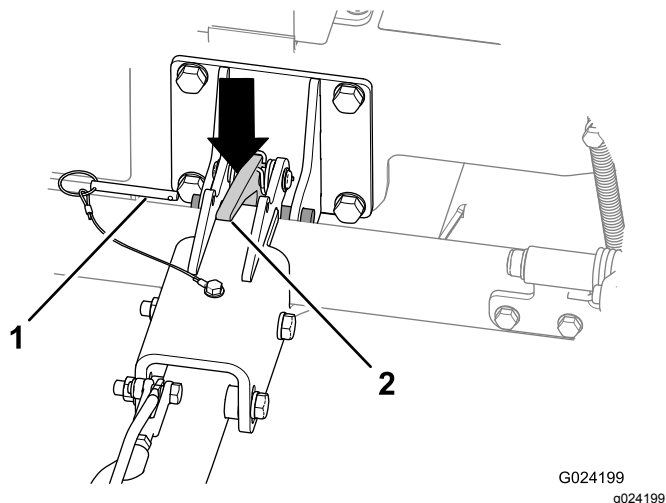

Figura 27
A. Retire o pino de bloqueio (Figura 27).
- C. Empurre o trinco do engate para desengatar o engate (Figura 27).